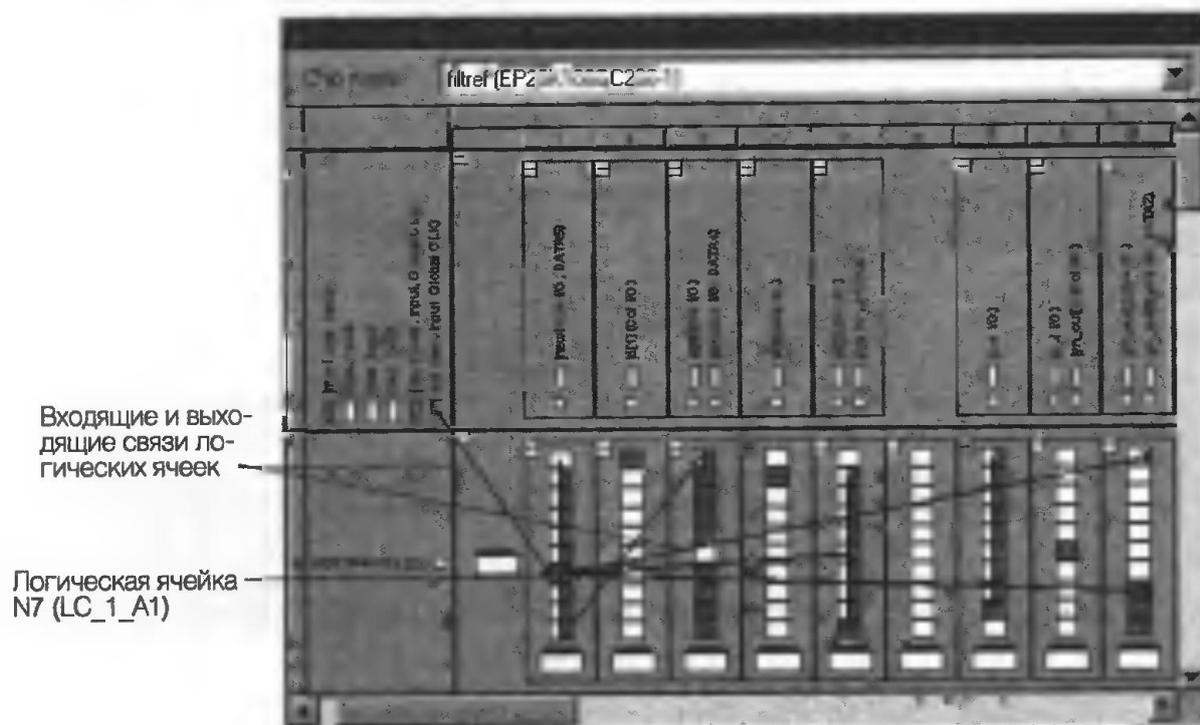

Рис. 3.42
2. В первом **LAB** (логическом блоке) — **LAB1**, выберите седьмую сверху логическую ячейку (**Logic Cell**) — **LC7**. Входящие связи логической ячейки обозначены темно-сиреневыми линиями, а выходящие — темно-синими. Направление связей обозначается стрелками (рис. 3.42).